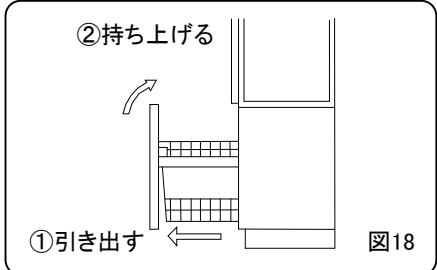

図18
- ①スライドバスケットを扉ごと取りはずしてください。(図18)